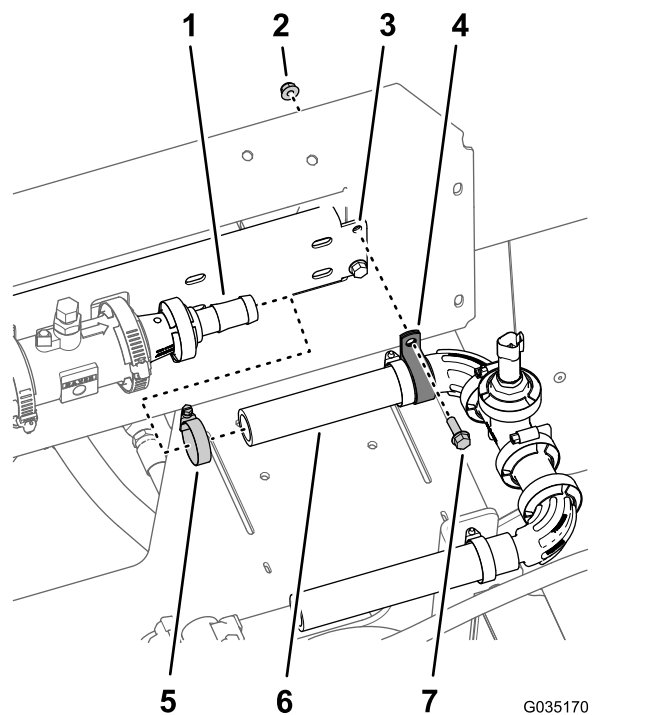

図 59
1. 水圧トランスデューサとマニホルドに取り付けたホース 1" x 7¼" 図 59 を、バーブ付きフランジフィッティングに組み付ける。
2. ホースクランプを使ってホースをバーブ付きフランジフィッティングに仮止めする 図 59。
3. 水圧トランスデューサとマニホルドをマニホルドマウントのスロットに固定する R クランプ 図 59、フランジヘッドボルト ¼" x ¾" とフランジロックナット ¼" はステップ 5 マニホルドマウントからブームバルブを外す (ページ 23) で取り外したものを使用する。